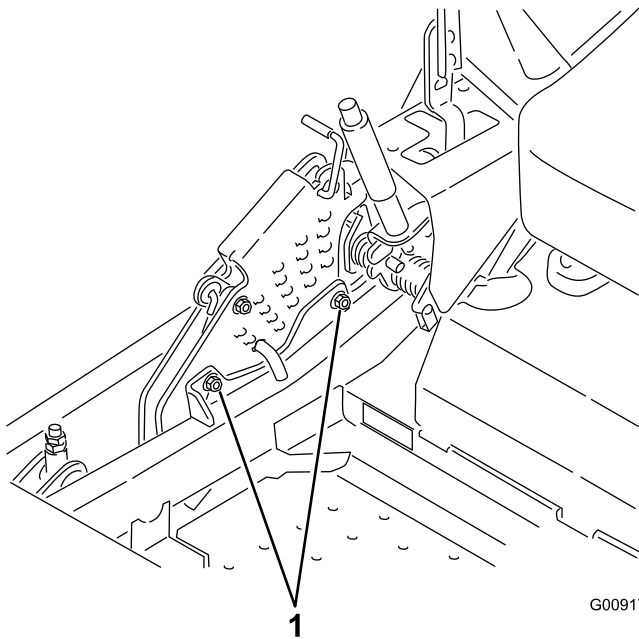

**Figura 92**
- 10. Gire la tuerca de ajuste del conjunto de elevación de la carcasa delantera para modificar la altura (Figura 92).
16. Gire el tornillo de ajuste hasta obtener una altura de 8.3 cm ( $3\frac{1}{4}$ " ) (Figura 92).